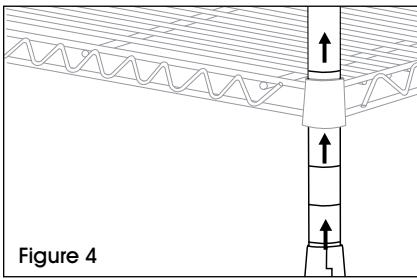

Figure 4
2. Glissez le montant sous la partie inférieure de la tablette jusqu'à ce que la tablette se fixe fermement en place sur les supports. (Voir Figure 4)